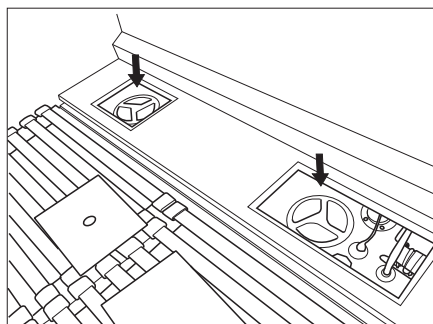

Figure 69 Ouvertures de nettoyage
- Dévisser les ouvertures de nettoyage et les enlever (Figure 69). L'ouverture d'écoulement est désormais accessible.